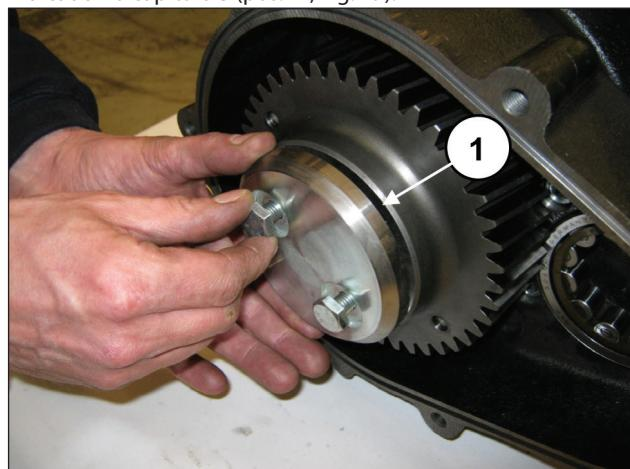

Fig. 78
Fixe a fixação da coroa (pos. ①, Fig. 78) usando os 2 parafusos M10x25.